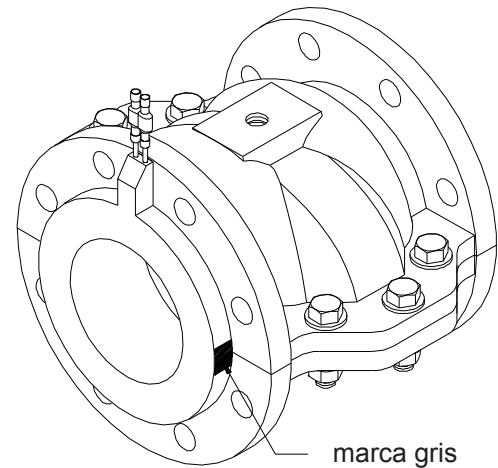

Ilustración 2-1: Centrado del tubo de elastómeros
- 2) Asegúrese, de que las marcas grises y blancas en la brida exterior del tubo de elastómeros estén centradas dentro de una divergencia máx. de 5° con respecto a la separación del cuerpo de la válvulas (véase fig. 2-1)